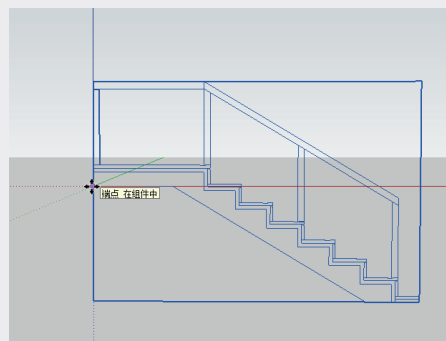

图3-213
- 02 框选楼梯线框，选中“旋转”工具，待鼠标指针变成状时，拖动鼠标指针确定旋转平面，然后在模型表面确定旋转轴与方向，将楼梯线框旋转90°，并将楼梯线框移至原点，如图3-213所示。